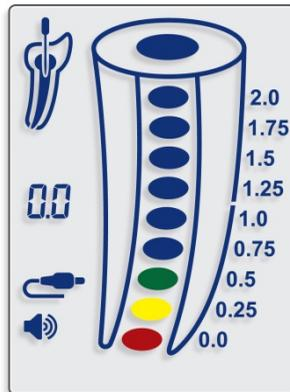

Fig. 10
- 5.4.8 Un signal sonore continu est émis lorsque la lime atteint la position apicale (0.0) (fig. 10).